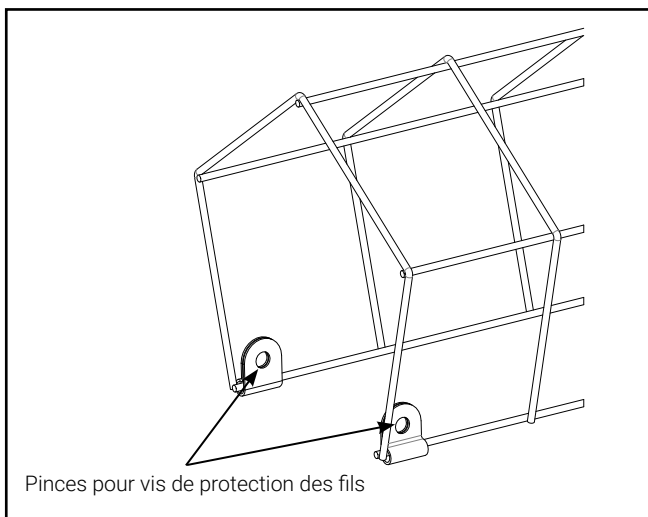

Figure 1.
- Retirez les pinces à fil du sac et fixez-les aux extrémités du protège-fil (Figure 1).